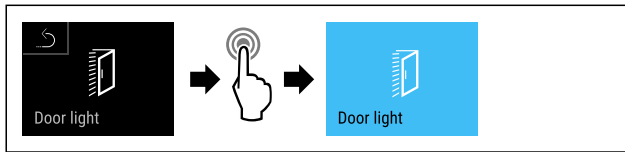

Fig. 73
- ▶ Seguir los pasos de procedimiento (consulte Fig. 73) .